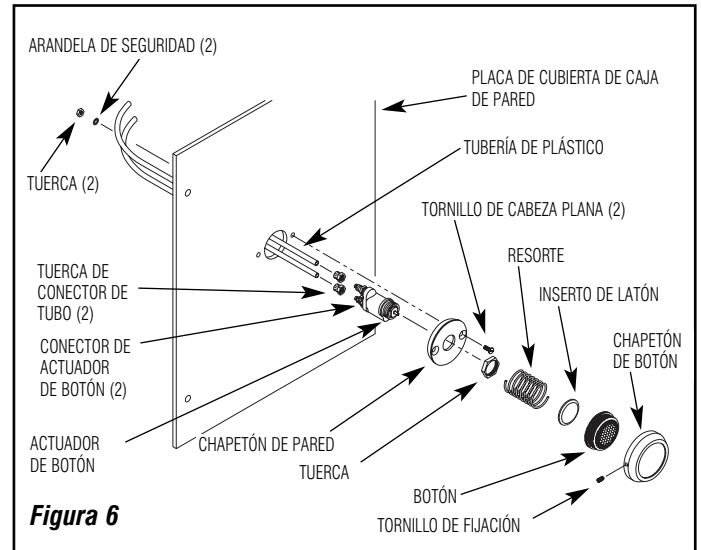

Figura 6
**Nota:** La Pared de Accesorio HY-33-A puede instalarse directamente en la pared de accesorio en donde haya disponible acceso desde detrás de la pared. Si no hubiera acceso trasero, el HY-33-A puede instalarse en el Ensamble de Caja de Pared de Fácil Acceso Sloan. Las piezas para ambas instalaciones se incluyen con el Botón HY-33-A (consulte la Figura 6).